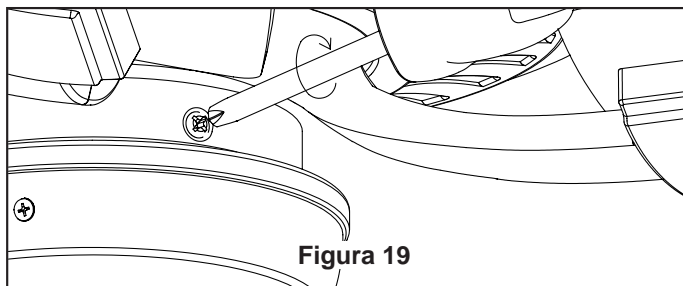

Figura 19
2. Ensamble la caja del interruptor al adaptador de la caja con tres tornillos. (Figura 19)